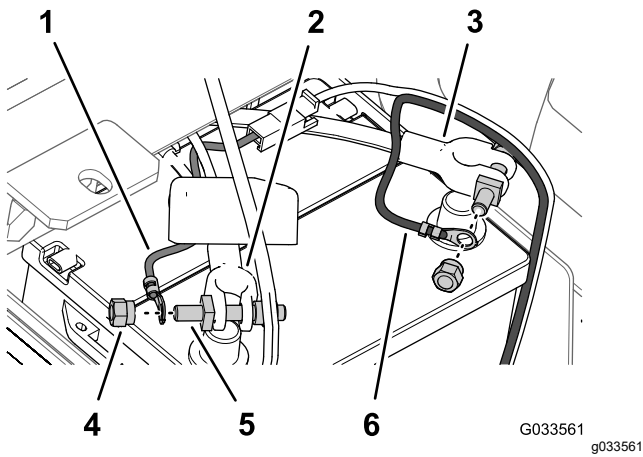

Figura 31
6. Sujete el terminal de anillo del eslabón fusible (arnés de cables del fumigador) al perno de terminal que ensambló en el cable positivo de la batería con una tuerca de abrazadera (Figura 31).
- Sujete el terminal de anillo del cable negativo (negro – arnés de cables del fumigador) al perno de terminal que ensambló en el cable negativo de la batería con una tuerca de abrazadera (Figura 31).